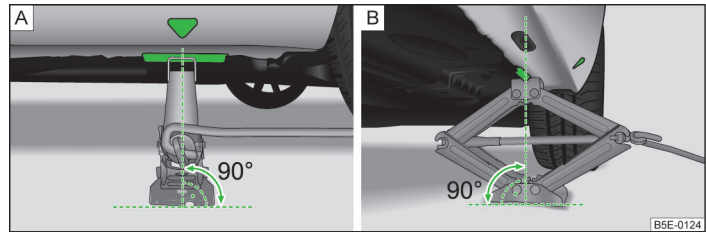

Abb. 198 Wagenheber ansetzen
- › Den Wagenheber so ansetzen, dass die Klaue den Steg umfasst » Abb. 198 - ▶
- › Die Grundplatte des Wagenhebers mit ihrer gesamten Fläche auf einem geraden Untergrund abstützen und sicherstellen, dass sich der Heber in senkrechter Position zur Stelle, an der die Klaue den Steg umfasst, befindet » Abb. 198 - [A].